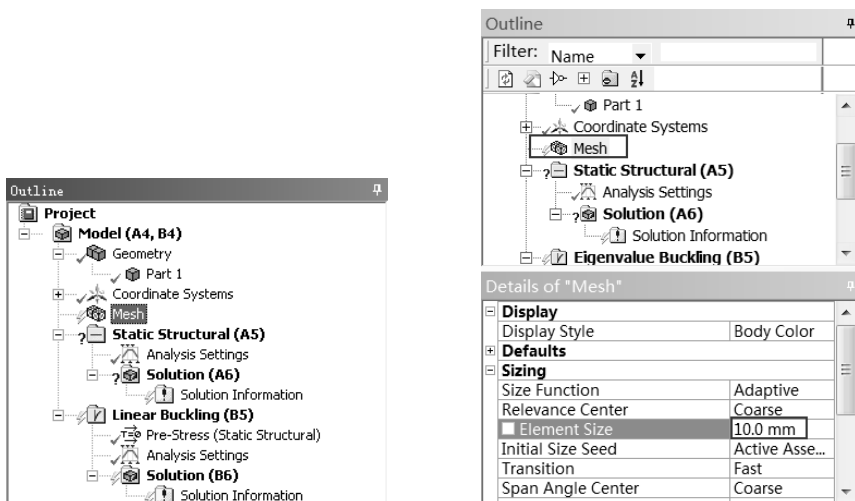

图 14-97 设置网格大小
Step4：选择 Mechanical 界面左侧 Outline（分析树）中的 Mesh 选项，此时可在 Details of “Mesh”（参数列表）中修改网格参数。本例中，将 Sizing 中的 Element Size 设为 10mm，其余采用默认设置，如图 14-97 所示。